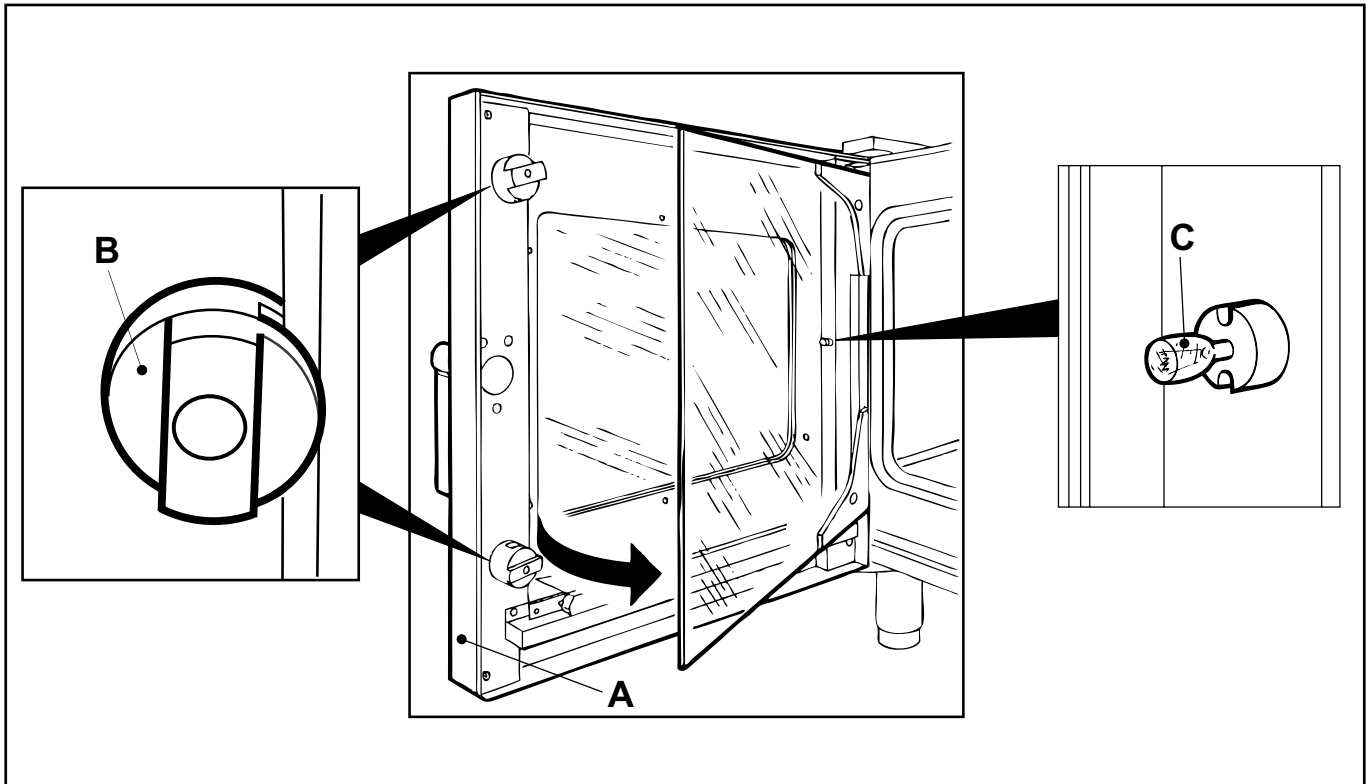

fig. 9
- 1) Abrir la puerta del horno (**A** - Fig. 9).
- 2) Girar los retenes de plástico (**B** - fig. 9) de bloqueo del vidrio interno y abrirlo de modo plegable.
- 3) Sustituir la lámpara (**C** - fig. 9).